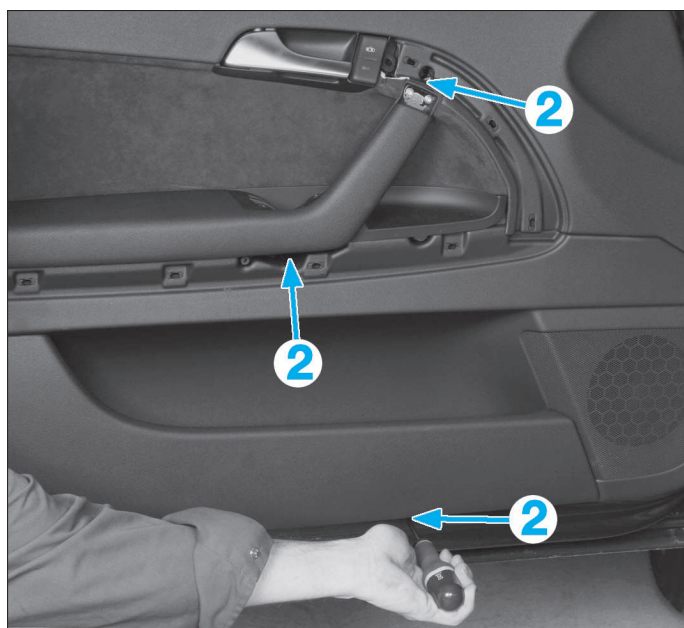

FIG. 52
- Dévisser les trois vis (2) (Fig.52).